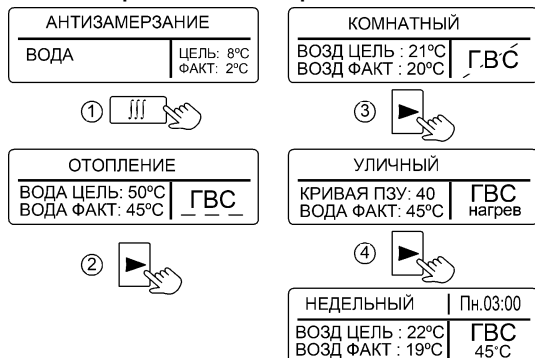
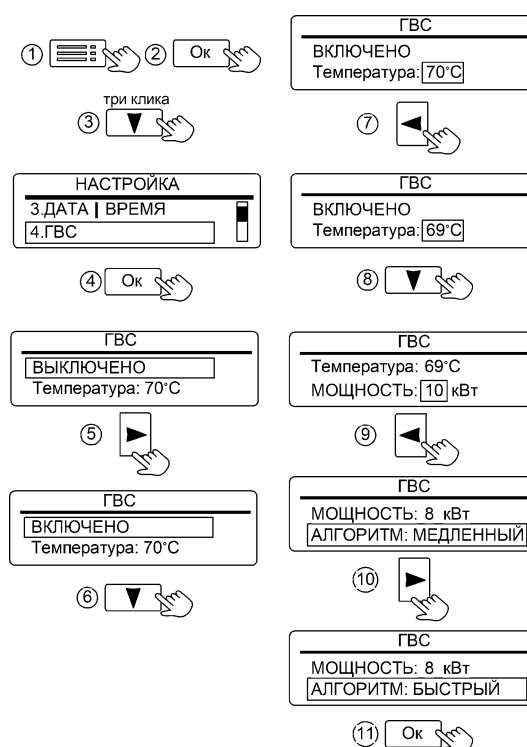
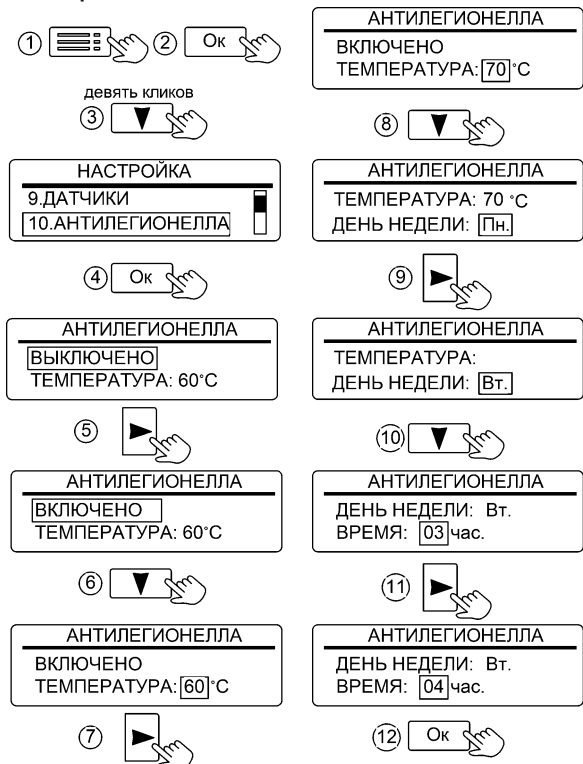

Рисунок 5. Режимы работы котла
Рисунок 12. Настройка режима «ГВС»
Рисунок 14. Настройка параметров режима «АНТИЛЕГИОНЕЛЛА»
2 - Отображение состояния режима «ГВС» (см. рис. 5):
Вид отображения режимов работы на дисплее приведён на рис.5.
Активация режима «ГВС» и настройка температуры горячей воды показана на рис. 12. Начальная заводская настройка температуры горячей воды - 70°C. При активированном режиме отображается как «ГВС» (см. рис. 5), при выключенном режиме, неисправном или отключённом датчике отображается как ~~ГВС~~. В подменю «ГВС» предусмотрена настройка ограничения мощности ТЭН. Данную настройку рекомендуется применять при недостаточной мощности змеевика
дой, получаемой из косвенного водонагревателя, в котле предусмотрен режим «АНТИЛЕГИОНЕЛЛА». Для включения режима необходимо его активировать (см. рис. 12) и подключить NTC-датчик к плате контроллера (подключение выполняет квалифицированный специалист). Далее режим будет запускаться в работу совместно с режимом «ГВС». При отключении NTC-датчика – режим деактивируется и меню «АНТИЛЕГИОНЕЛЛА» (см. рис. 14) не доступно для Пользователя. Если режим активирован - каждую неделю, в установленное время выполняется нагрев воды в косвенном водонагревателе до значения 60°C, температура поддерживается в течении десяти минут. Во время нагрева вместо надписи «ГВС» отображается значок «60°» (см. рис. 13). Имеется возможность увеличить температуру нагрева воды до 70°C, при этом время поддержания температуры снизится до пяти минут.
Заводская настройка времени включения нагрева – Понедельник, 03:00. Имеется возможность изменения времени включения (см. рис.14). Кроме периодического включения нагрева (раз в неделю), запуск режима будет осуществляться при отключении или пропадании подачи электропитания более чем на семь дней и последующем включении
Перед активацией режимов «АНТИЛЕГИОНЕЛЛА» и «ГВС» рекомендуем уточнить максимально-допустимую температуру нагрева воды в бойлере. Для предотвращения риска причинения вреда здоровью и поломки оборудования, значения температурных уставок в режимах «ГВС» и «АНТИЛЕГИОНЕЛЛА» должны быть меньше максимально-допустимой температуры нагрева воды в бойлере. При необходимости уменьшите значения уставок (см. рис. 12, см. рис. 14).
11.1.4 «4.ГВС» - установка состояния режима «ВКЛЮЧЕНО / ВЫКЛЮЧЕНО». Индикация «ВКЛЮЧЕНО» означает разрешение на работу режима ГВС. Индикация «ВЫКЛЮЧЕНО» запрещает работу режима «ГВС» (см. рис. 12).